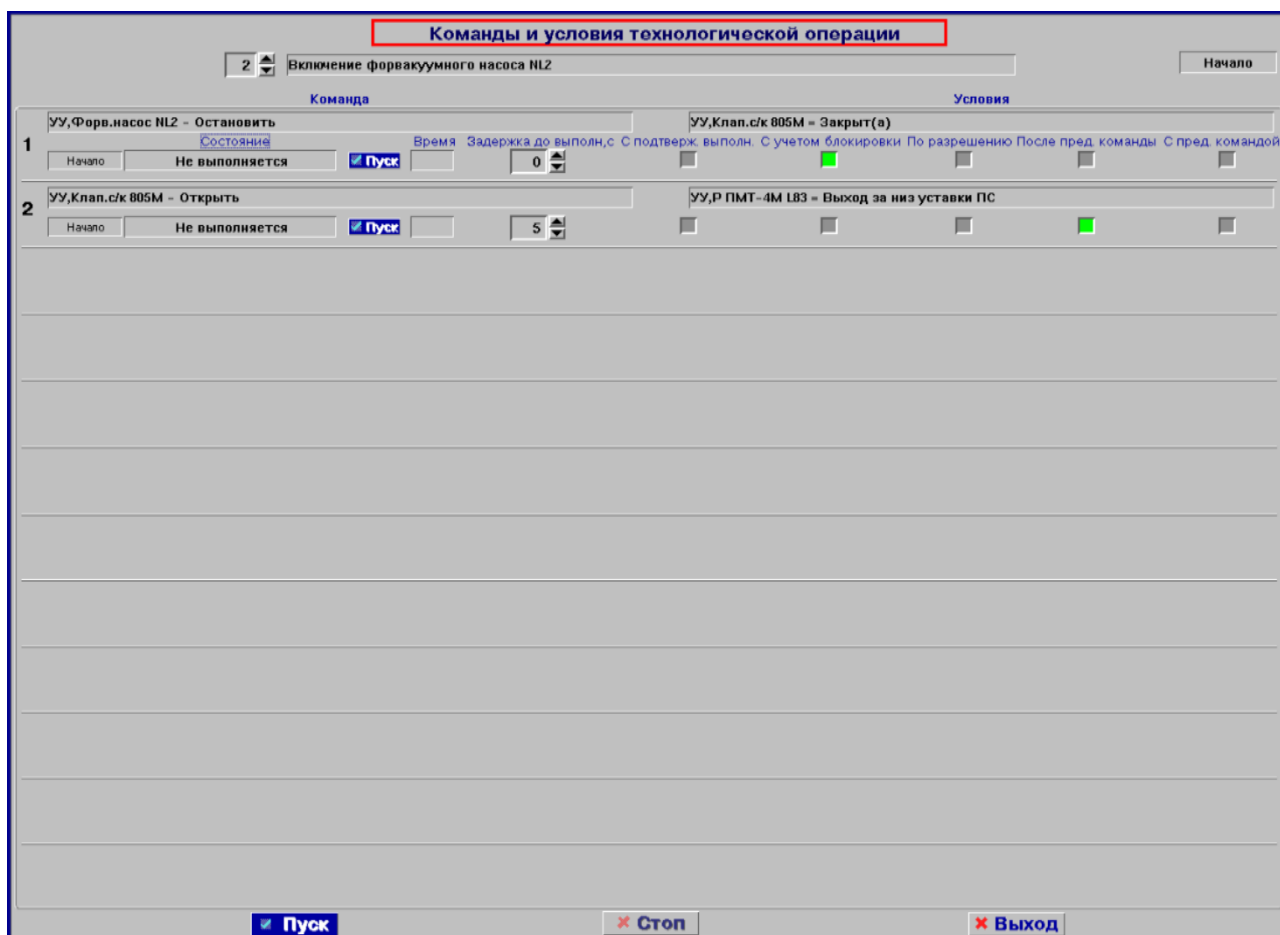

Рисунок 15 - Окно отображения состояния команд технологической операции
7.14.9 Для отображения и корректировки параметров команд отдельной технологической операции необходимо нажать «мышью» на кнопку наименования требуемой операции. После этого на экране дисплея появится окно (пример, см. рис. 15), в котором будет отображена таблица команд данной технологической операции. Каждая команда отображается в виде отдельной строки. В начале строки приводится наименование команды,